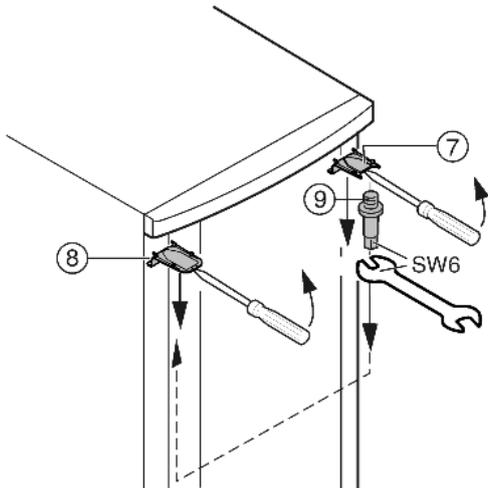

Fig. 7
- ▶ Desencaje hacia delante la cubierta Fig. 7 (7) y la cubierta Fig. 7 (8) en la parte superior con un destornillador y extráigalas hacia abajo en posición inclinada.
- ▶ Desenrosque el perno de cojinete Fig. 7 (9) y enrósquelo en el lado opuesto (con 4 Nm) para fijarlo.
- ▶ Volver a montar la cubierta Fig. 7 (7) en el lado del perno de cojinete: introdúzcala por detrás, encájela delante.
- ▶ Montar la cubierta Fig. 7 (8) en el lado opuesto: introdúzcala por detrás, encájela delante.
- ▶ Enganche la puerta en el perno de cojinete Fig. 7 (9) de la parte superior.